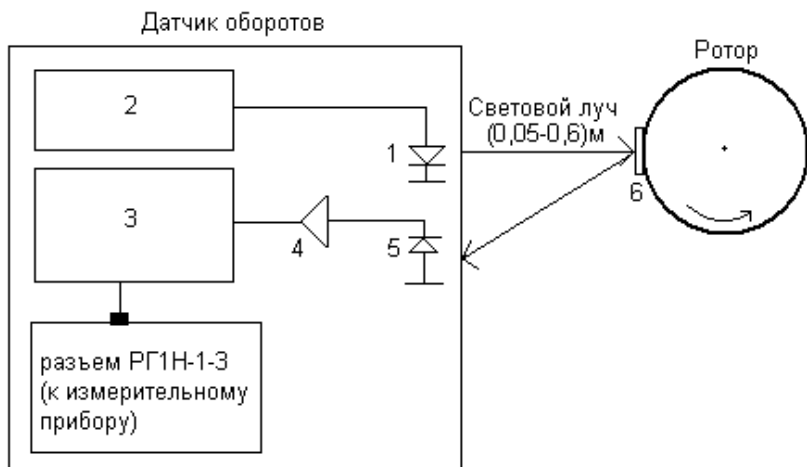

Рис.2. Блок-схема датчика оборотов ДО-01
1.4.3.Блок-схема датчика оборотов приведена на рис.2.
Задающий генератор частоты облучения (2), фотоприемник (5), усилитель (4), синхронный детектор (3) (рис.2), являются составными узлами интегральной микросхемы IS471F, применяемой в приборе.